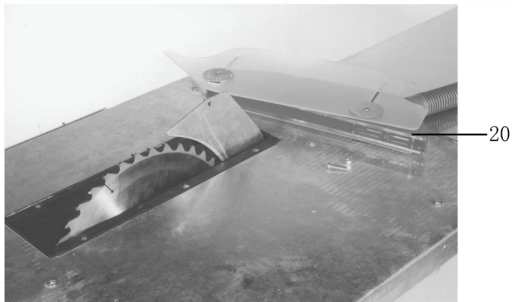

Abb. 24
- Lösen Sie die Schrauben und nehmen Sie Teil 20 ab (siehe Abb. 24).